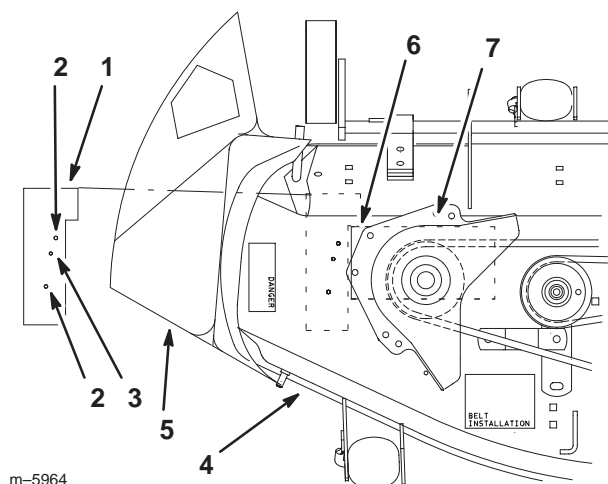

Figure 13
2. Déposez le protège-courroie existant (Fig. 13).
3. Placez le gabarit numéro 2 sur le plateau de coupe. Alignez-le de sorte que le cran qu'il comporte s'adapte autour de la plaque de renfort et sur le trou existant (Fig. 13).
4. Marquez au pointeau les 2 trous à percer et retirez le gabarit (Fig. 13).
7. Reposez le protège-courroie (Fig. 13).